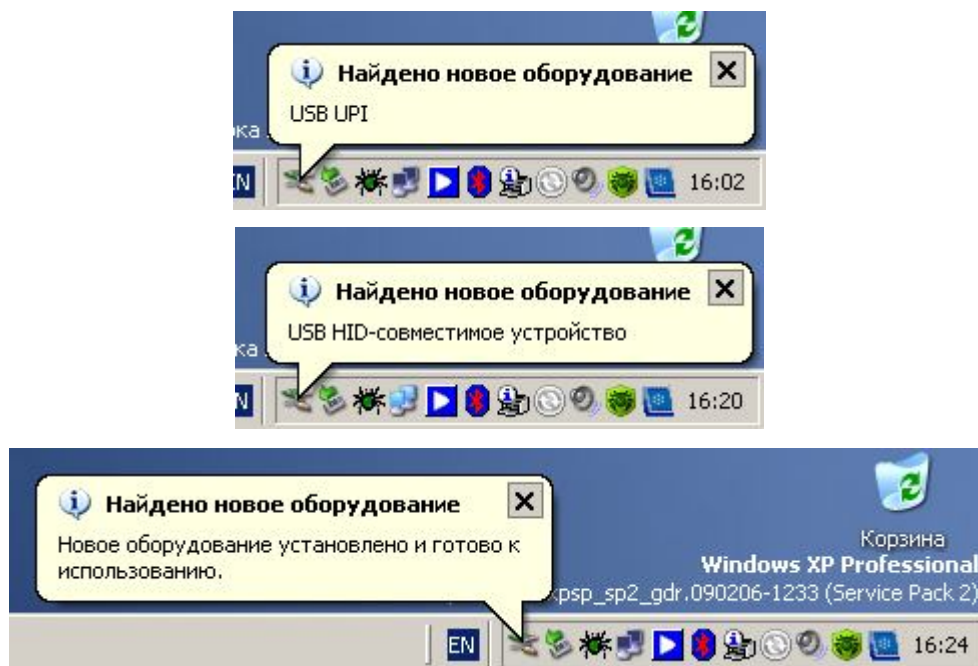
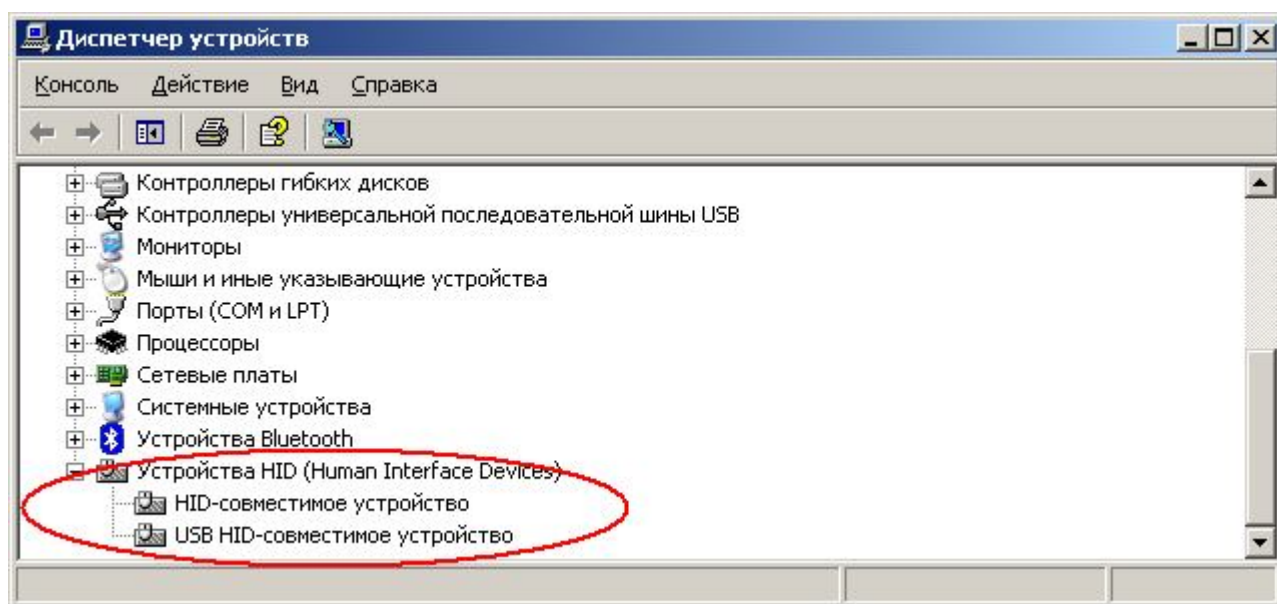

Рис. 4
Рис. 5
4.4.3 При первом подключении УПИ к компьютеру система обнаружит новое устройство, определит его тип и поставит ему в соответствие стандартный драйвер (рис. 4):
4.4.5 Система обнаружит новое устройство (рис. 4). Убедиться, что система распознала УПИ правильно, можно в Диспетчере устройств системы (рис.5):